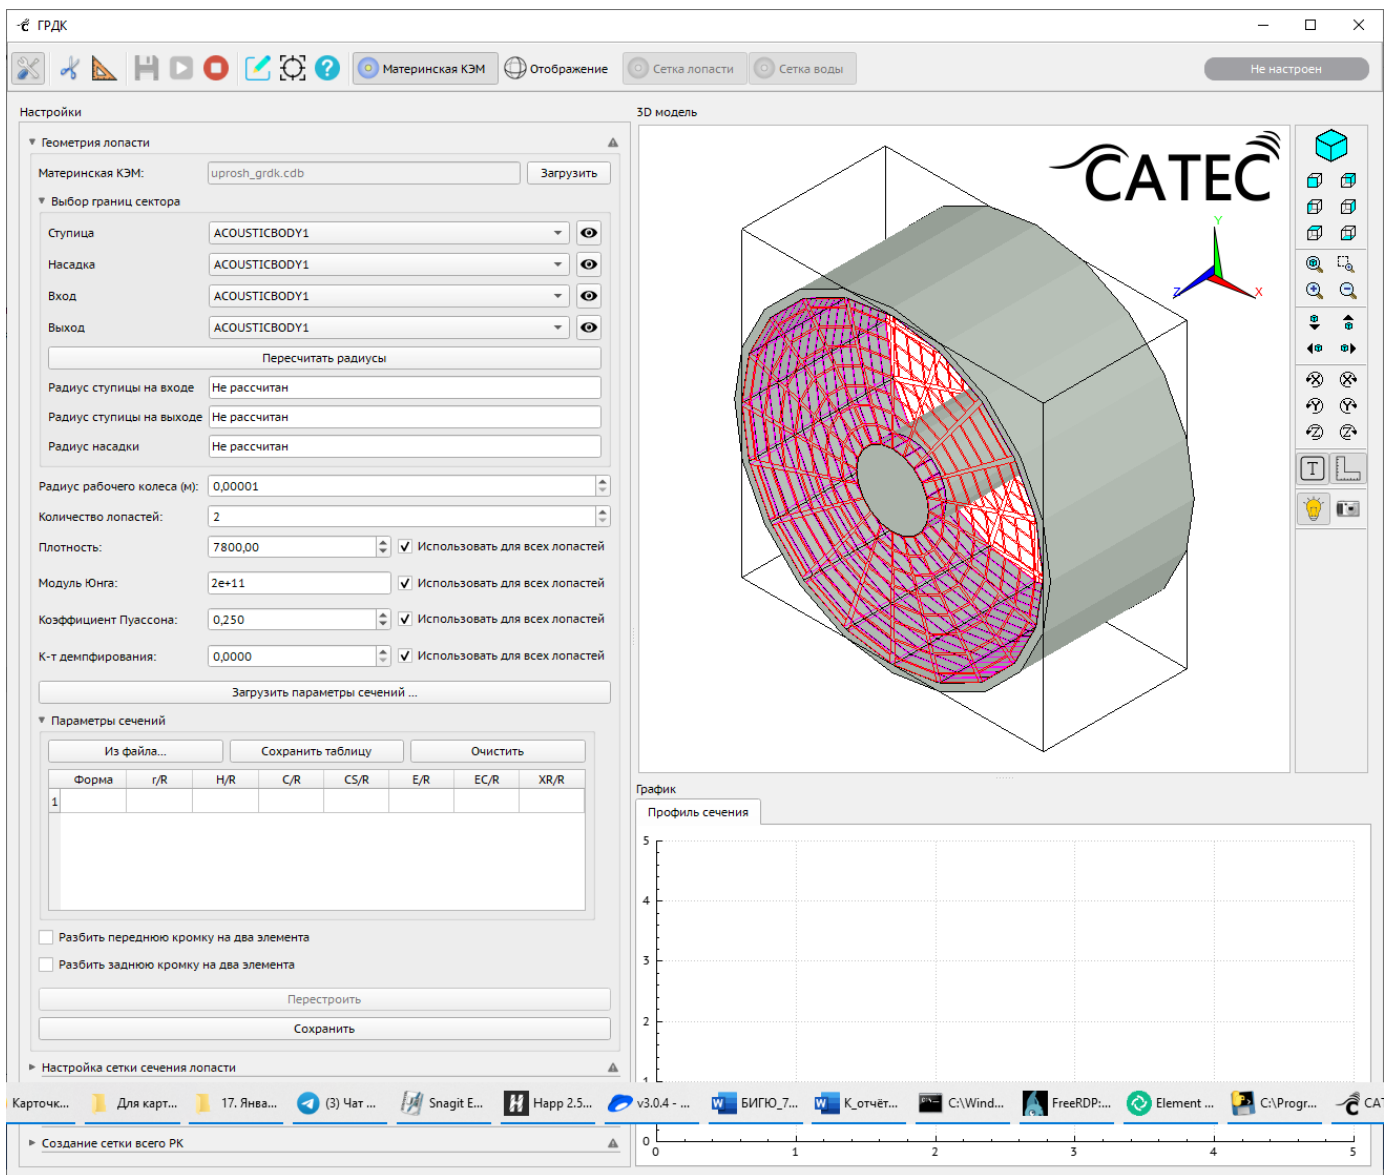

Рисунок 418 – Окно настроек карточки «ГРДК». Блок «Геометрия лопасти»
– кнопки «Материнская КЭМ», «Сетка лопасти», «Сетка воды» (Рисунок 418) – служат для включения / выключения видимости на сцене соответствующих элементов модели;